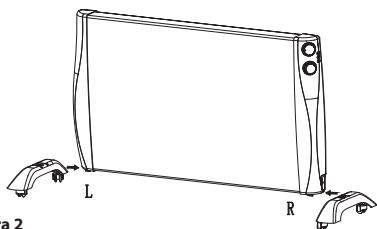

Figura 2
- Fixe os dois pés no sulco na parte inferior do painel radiador, verifique duas vezes a indicação R e L (direita e esquerda) (Figura 2).